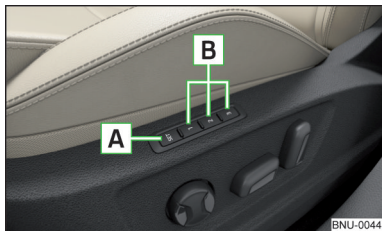

Fig. 76
Debajo de las teclas de memoria **B** en el asiento del conductor se puede guardar un ajuste de la posición del retrovisor externo y del asiento del conductor » **fig. 76.**
- Pulse la tecla **SET A** » **fig. 76** y luego presionar dentro de 10 segundos la tecla de memoria **B** deseada. El almacenamiento es confirmado con una señal acústica.
- Conectar el encendido y pulsar la tecla de memoria deseada **B** » **fig. 76.**